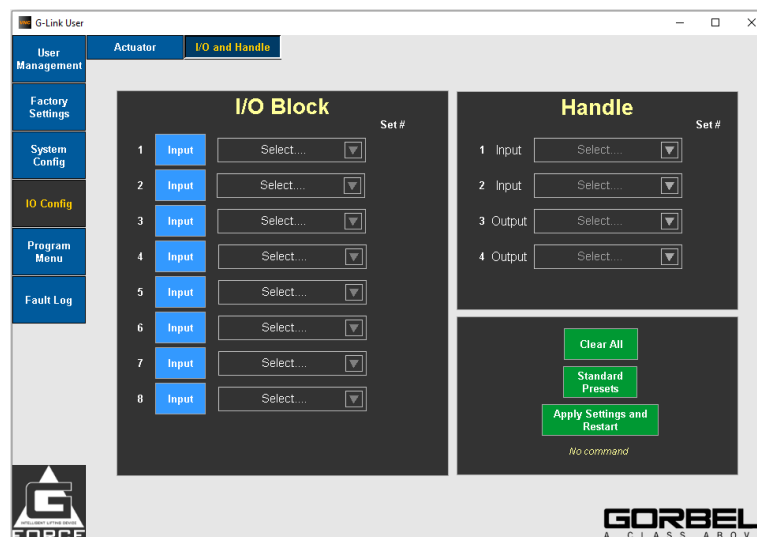

Figure 4
Si le bloc d'expansion ES est également disponible, naviguez jusqu'à l'onglet **ES et Poignée** en haut et ensuite le bloc E/S peut également être configuré (Ref : Fig 4)
**Unité Q2** : Naviguer vers l'onglet E/S et poignée en haut - Seule la poignée E/S peut être configurée (Ref : Fig 4 - Poignée) Sur cette page, 2 entrées et 2 sorties peuvent être configurées.